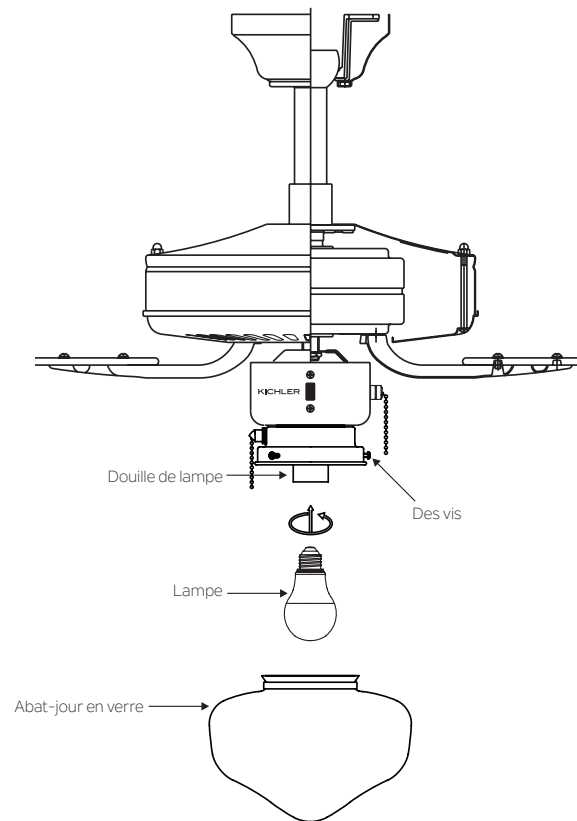

Fig. 3
1. Installez la lampe LED E26 de 9 watts (fournie). (Fig.3)
2. Fixez l'abat-jour en verre au luminaire en serrant chacune des vis de montage situées autour de l'extérieur du luminaire. Serrez chaque vis uniformément pour centrer l'abat-jour en verre. **NE PAS TROP SERRER.** (Fig 3)